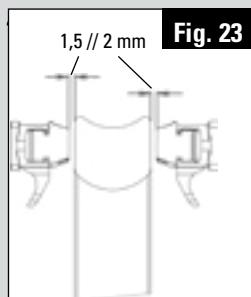

Fig. 23
1. Ajuste de los portapastillas (llave Allen de 3mm, Fig. 23): rotación horaria: la pastilla se aleja de la llanta // rotación antihoraria: la pastilla se acerca a la llanta.